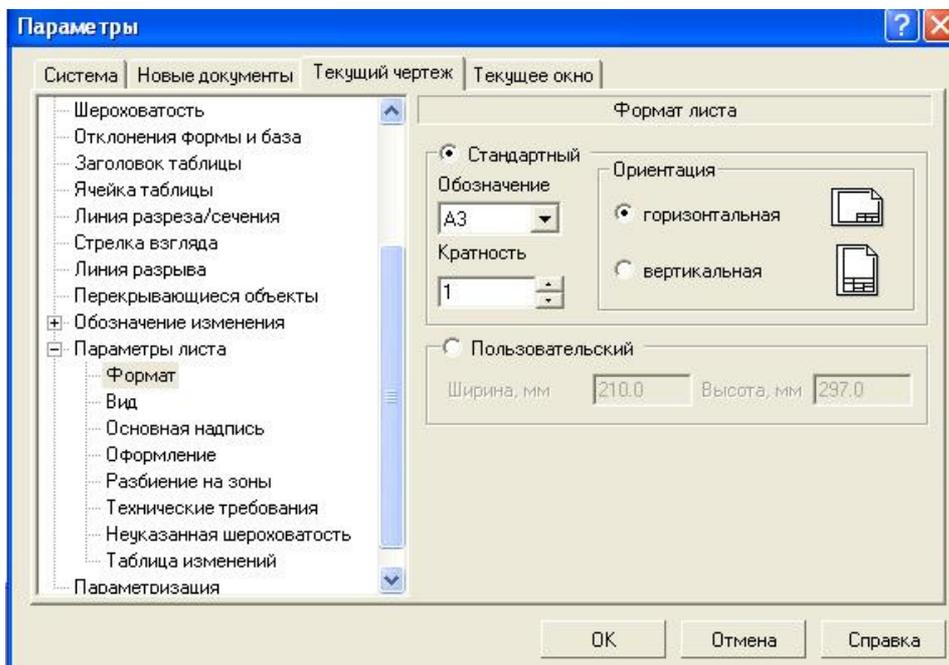

Рисунок 9.9
2) в появившемся диалоговом окне « **Параметры** » выбрать строку **Параметры листа**, а затем строку **Формат** (рис. 9.9);